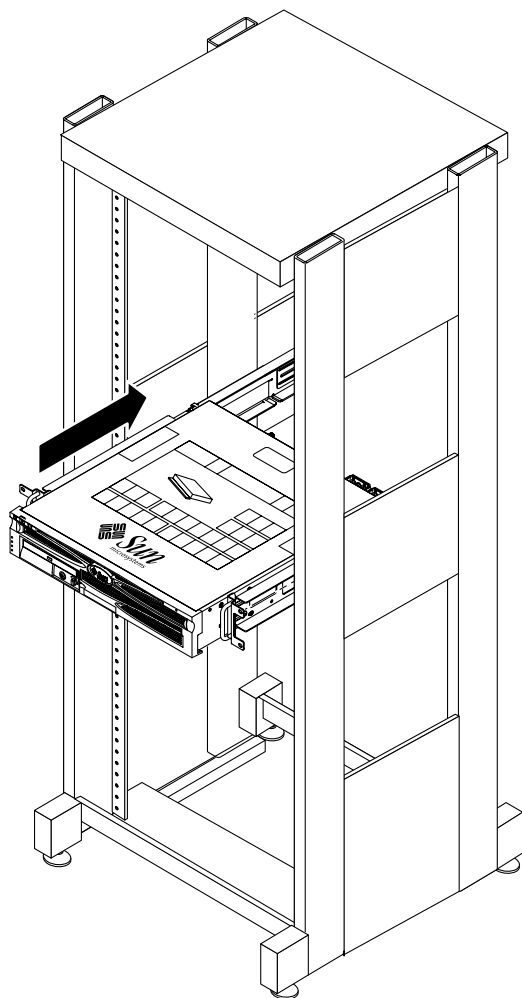

BILD 3-20 Skjut in servern på de justerbara skenorna
11. Lyft in servern i racket och skjut in den på de justerbara skenorna (BILD 3-20).